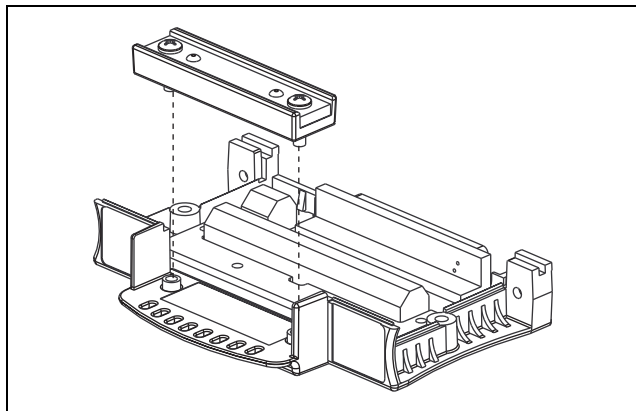

図 5. ケーブル固定用アクセサリのバーを取り付けます。
1. プラスドライバー (No. 2) で、図 5 のように、ケーブル固定用アクセサリのバーを端子台に取り付けます。